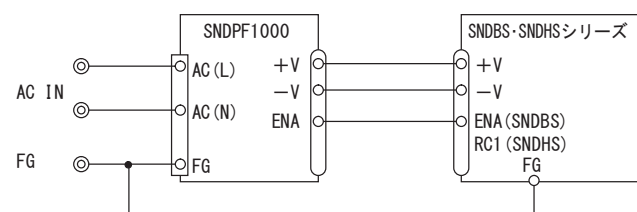

図3.1 標準接続方法 (例)
■SNDPFシリーズを、図3.1の接続にすることで交流入力電圧から直流出力電圧が得られます。交流入力電圧とSNDPFの直流出力電圧は絶縁されていません。
■SNDBSシリーズ、SNDBSシリーズとの接続は図3.1を参照願います。